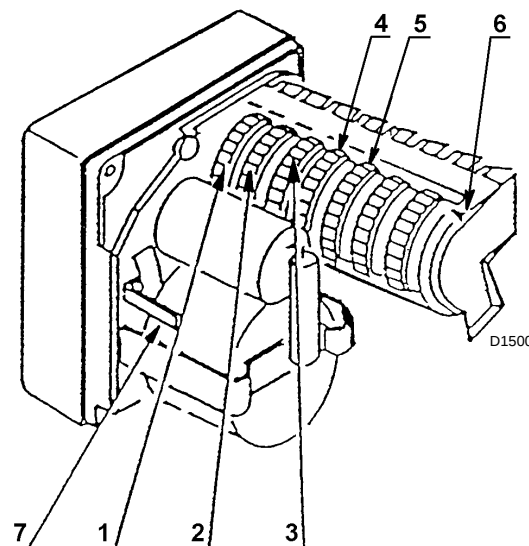

Fig. 32
Il servomotore (Fig. 32) regola contemporaneamente, tramite rinvii, portata e pressione dell'aria, e portata del combustibile in uso. E' dotato di camme regolabili che azionano altrettanti commutatori.
Legenda (Fig. 32)
- 2 Verificare che l'eccentricità della camma olio sia tale da far effettuare una corsa di circa 8 mm all'alberino del modulatore olio. Normalmente, con una corsa di 8 mm dell'alberino, si ottiene la variazione della pressione necessaria alla modulazione della potenza da minimo a massimo. Per effettuare questa verifica ruotare manualmente la camma dopo aver sbloccato il servomotore per mezzo della leva 7)(Fig. 32 a pag. 30) in modo che la corsa dell'alberino non sia esagerata o insufficiente. Al termine della verifica ricordarsi di bloccare il servomotore.